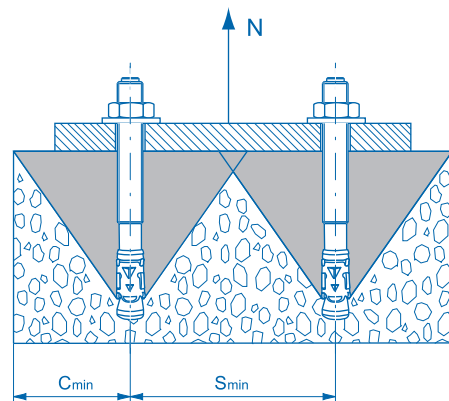

Рис. 15
**Минимальное осевое расстояние  $S_{min}^*$**  (рис. 15) — расстояние между осями соседних анкеров, при котором нагруженные анкеры оказывают влияние друг на друга, уменьшая несущие способности крепежного узла в целом, но установка их возможна.
**Минимальное краевое расстояние  $C_{min}^*$**  (рис. 15) — расстояние от оси анкера до «края» базового основания, при котором возможна установка анкера с учетом влияния «края» базового основания.